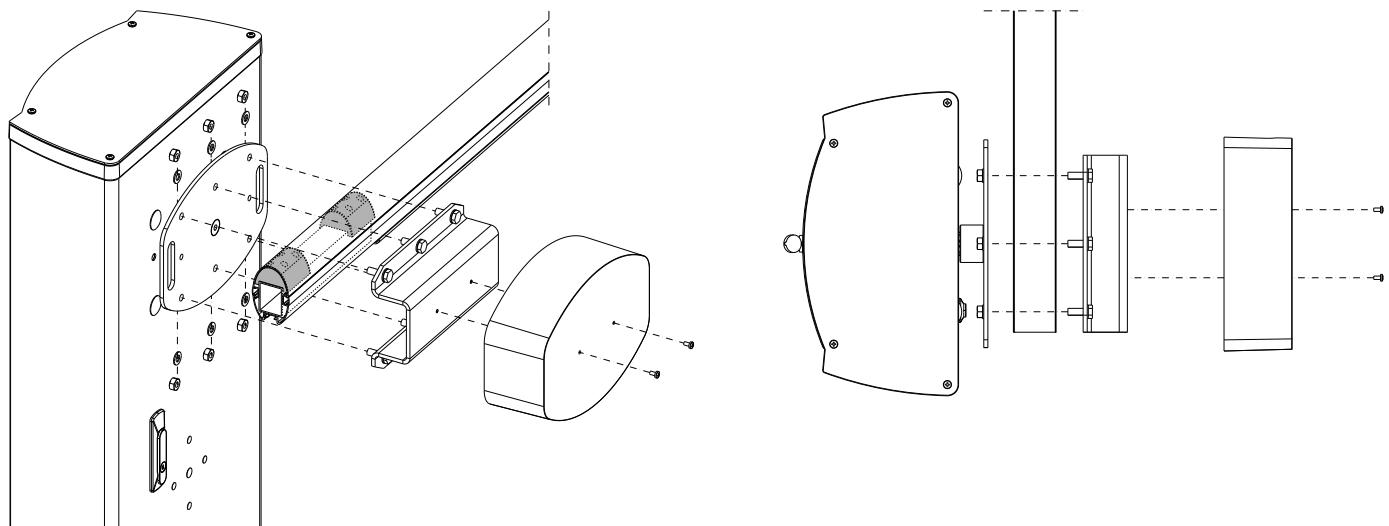

fig. 2
- 2\_ Montare lo spezzzone sulla barriera dal lato attacco flangia (fig. A), fissandolo con le viti e i dadi in dotazione, allineandolo alla staffa ad omega come mostrato in fig. 2;
- 2\_ Fit the length onto the barrier on the flange connection side (fig. A0, fixing it with the screws and the nuts supplied, aligning it with the omega bracket as shown in fig. 2;
- 2\_ Montieren Sie das Teilstück von der Seite des Flansch-Anschlusses (Abb. A), befestigen Sie es mit den mitgelieferten Schrauben und Mutter und richten Sie den Omega-Bügel wie auf Abb. 2 gezeigt aus.
- 2\_ Monter le tronçon sur la barrière du côté du raccord bride (fig. A), en le fixant avec les vis et les écrous fournis, en alignant à la bride oméga comme sur la fig. 2;
- 2\_ Monte la sección en la barrera del lado de enganche brida (fig. A), fijándola con los tornillos y tuercas entregados de serie, alineándola con el soporte tipo omega, como muestra la fig. 2;
- 2\_ Montar a parte na cancela pelo lado encaixe flange (fig. A), fixando-a com os parafusos e porcas fornecidas e alinhando-a com o suporte, tal como ilustrado na fig. 2;